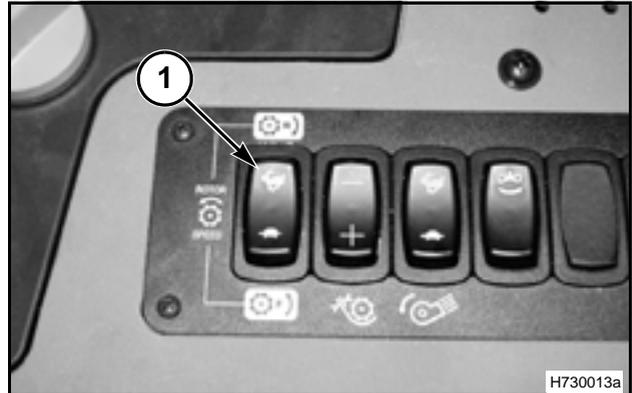

FIG. 186
FIG. 186: Con la trilla desacoplada, el mismo interruptor (1) que se utiliza para aumentar / disminuir la velocidad del rotor, se aplica para desatorar el rotor. Cuando se lo presiona en la parte inferior, el rotor se acelera a 2550 rpm.